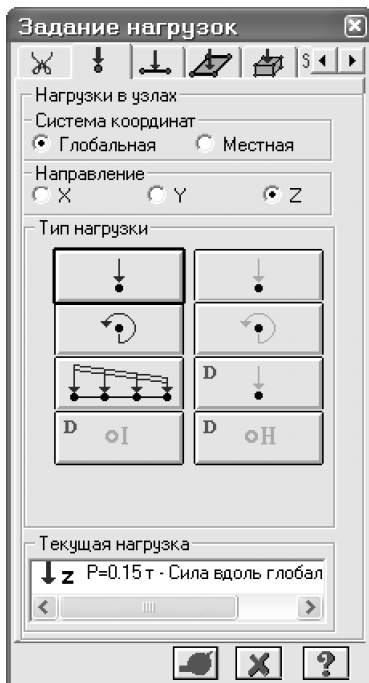

Рис.8.15. Диалоговое окно Задание нагрузок
- Вызовите диалоговое окно **Задание нагрузок** (рис.8.15) с помощью меню **Нагрузки ⇒ Нагрузка на узлы и элементы** (кнопка  на панели инструментов).